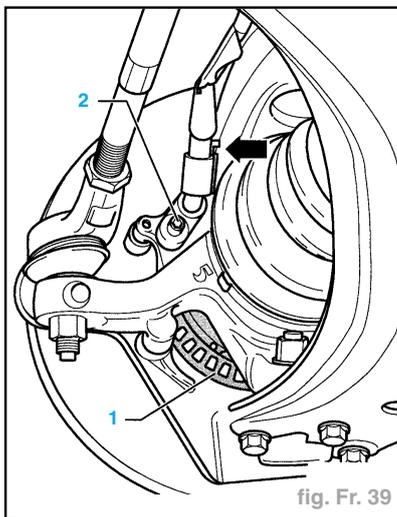

fig. Fr. 39
- Débrancher le connecteur entre le capteur de régime et le câble (flèche) (fig. Fr. 39).
- Faire tourner le disque de frein pour contrôler si la roulette d'impulsions (1) est encrassée ou endommagée (fig. Fr. 39).